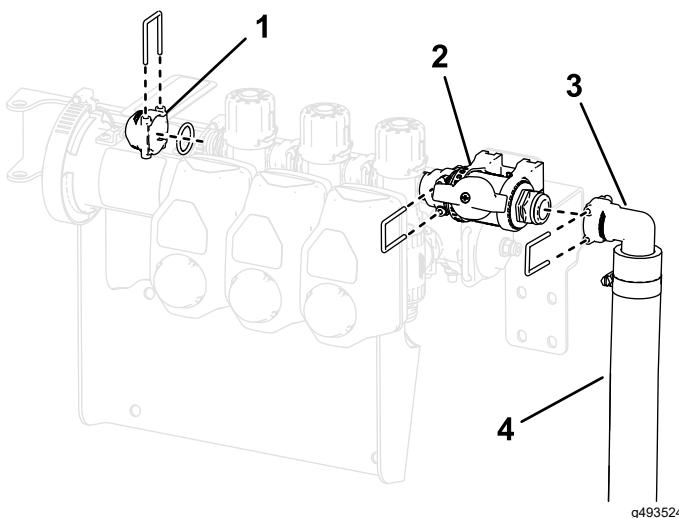

图 29
7. 使用之前拆下的 O 形圈和卡环将控制阀总成固定到喷洒臂阀如 图 29 所示。
8. 使用之前拆下的卡环将盖帽 $1/2$ 英寸、O 形圈、接头和软管组件安装到控制阀上如 图 29 所示。